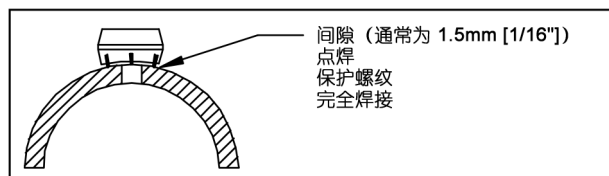

图 3: 焊接缝隙
- 确保正确的焊接缝隙（通常为 1.5mm [1/16"]），通过点焊将下法兰座固定到位（如图 3 所示）。